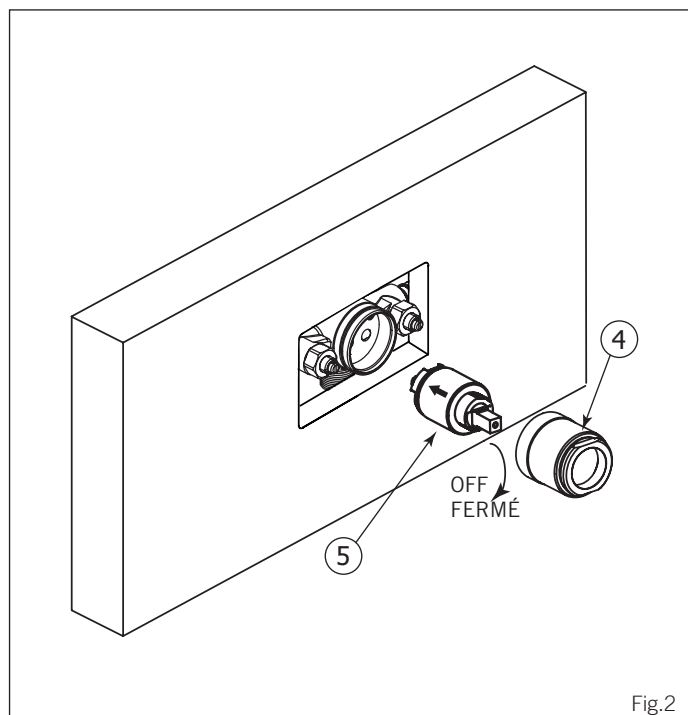

Fig.2
Insert the cartridge into the valve body as shown (Fig.2). Screw the cartridge holder (4) back into place. **DO NOT OVERTIGHTEN.**
Insérer la cartouche (5) dans la valve tel qu'illustré. (Voir Fig.2). Revisser le manchon (4) en place. **NE PAS TROP SERRER.**